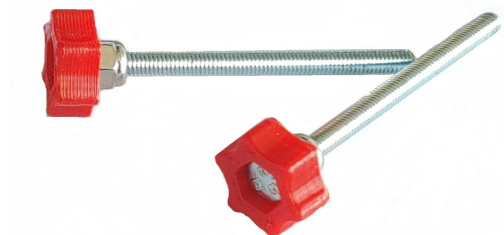

Abb. 4: Fertig zusammengesetzte Schraube
- (1) Schieben Sie den `03A_RE_V*_ADJUSTING_SCREW_HEAD` mit der hexagonalen Öffnung zuerst auf die `AUSSENSECHSKANT-SCHRAUBE, M3X40`.
- (2) Drehen Sie dann die `MUTTER, SELBSTSICHERND, M3` auf die Schraube, sodass sie den roten Schraubenkopf festhält (Abbildung 4).
- (3) Wiederholen Sie diese Schritte nochmal, um eine zweite Stellschraube herzustellen (Abbildung 4).